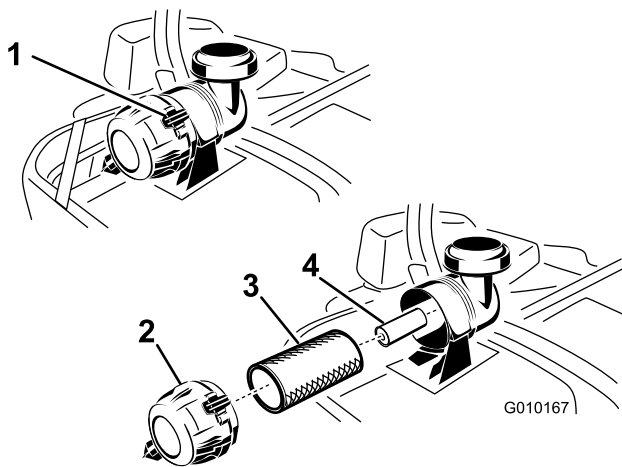

Figure 51
3. Appuyez sur les attaches du filtre à air pour les ouvrir et détachez le couvercle du boîtier du filtre à air (Figure 51).
5. Sortez le préfiltre du boîtier du filtre avec précaution (Figure 51). Évitez de cogner l'élément à l'intérieur du boîtier.
1. Ne nettoyez pas l'élément en papier ; remplacez-le (Figure 51).
2. Si vous remplacez l'élément secondaire, insérez-le avec précaution dans le boîtier du filtre (Figure 51).
3. Glissez ensuite le préfiltre sur l'élément secondaire avec précaution (Figure 51). Assurez-vous qu'il est bien engagé en appuyant sur le rebord extérieur.
4. Montez le couvercle, renflard en bas, et tournez-le pour que les attaches verrouillent le couvercle en place (Figure 51).